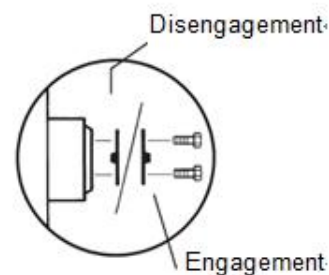

Abbildung 10-2 Lösen der Bremse
- 2) Drehen Sie alle vier Trennabdeckungen der Antriebsradnaben wie in Abbildung 10-2 gezeigt, um die Radbremsen zu lösen.